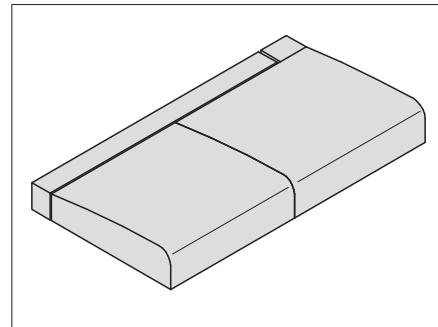
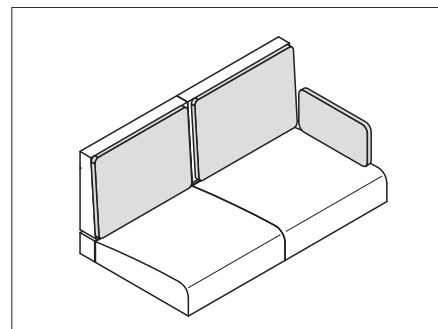

Fig. 189 Positionner les supports de siège
Fig. 191 Coussins pour supports de dossier
- Placer les coussins d'assise, de dossier et supplémentaire comme montré dans Fig. 189 à Fig. 191.